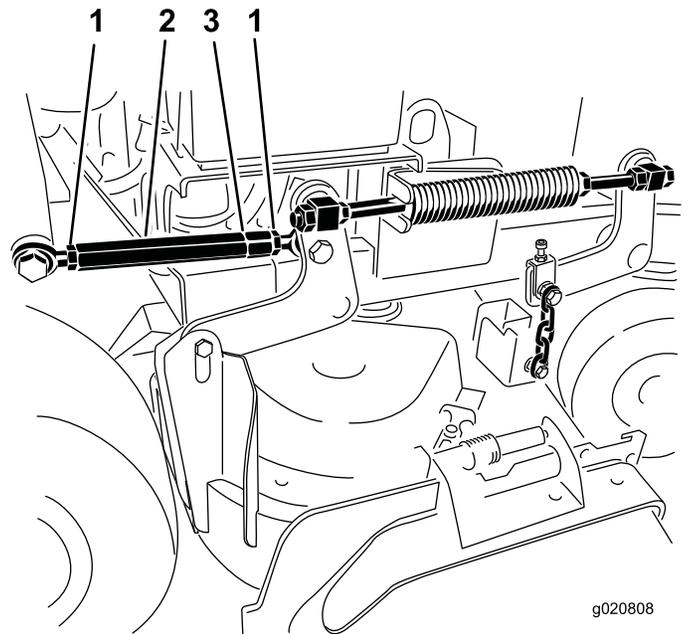

Figure 86
4. Desserrez les écrous de blocage à chaque extrémité du tendeur (Figure 86).